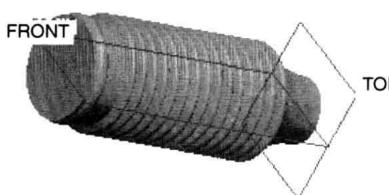
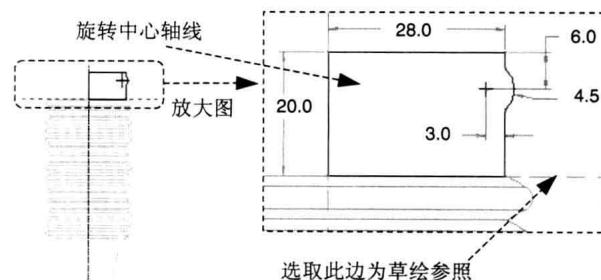

图 1.7 旋转 3
图 1.8 截面草图
- (1) 在模型树中单击 Step3 中创建的旋转特征，再右击，从快捷菜单中选择 阵列... 命令。
- (2) 选取阵列类型。在操控板的 选项 界面中选中 一般 单选按钮。
- (3) 选择阵列控制方式，在操控板中选择以“方向”方式控制阵列。
- (4) 给出增量（间距）、阵列个数。选取 TOP 基准平面，在操控板中输入阵列个数值 15，设置增量（间距）值 7.0，按回车键；再按回车键。
- (5) 在操控板中单击“完成”按钮 \checkmark 。
Step5. 创建图 1.7 所示的旋转特征——旋转 3。选择下拉菜单 $\text{插入}(\text{I}) \rightarrow \text{••旋转(E)}$ 命令；选取 FRONT 基准平面为草绘平面、TOP 基准平面为参照平面，方向为 顶 ；旋转中心线和特征截面草图如图 1.8 所示；旋转类型为 上 ，旋转角度值为 360.0。